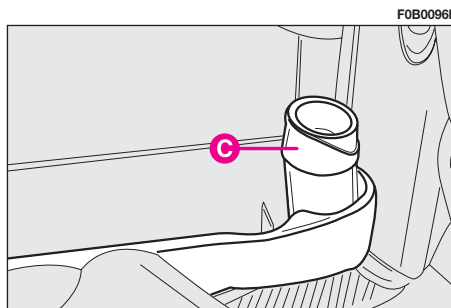
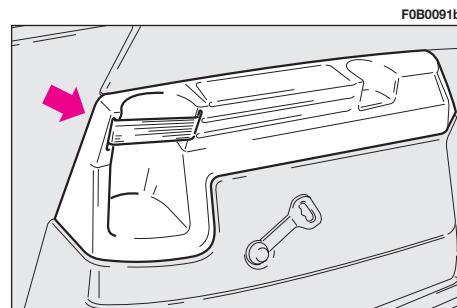

fig. 125
fig. 126
– compartiments porte-bouteille - porte-verres - porte-canettes dans les panneaux latéraux deuxième rangée **fig. 125** et troisième rangée **fig. 126**; les compartiments porte-bouteille peuvent aussi être utilisés pour y placer une boîte à ordures amovible **C**-fig. 125;